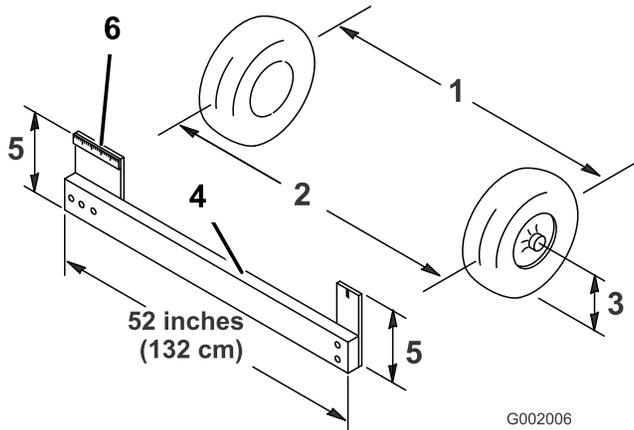

図 33
4. 前輪の前と後ろで、左右のタイヤの中央線間距離を測る；計測はアクスルの高さで行う（図 33）。
**注** 前輪の後ろで、アクスルの高さで測定を行うには市販または手製のトーイン測定器が必要となる。前後の計測とも同じ道具を使用し、アクスルの高さで正しく測定すること（図 33）。